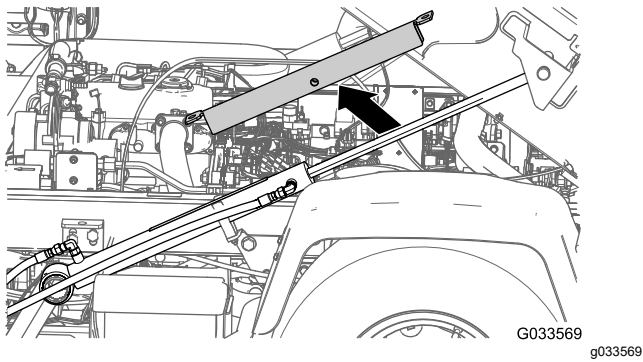
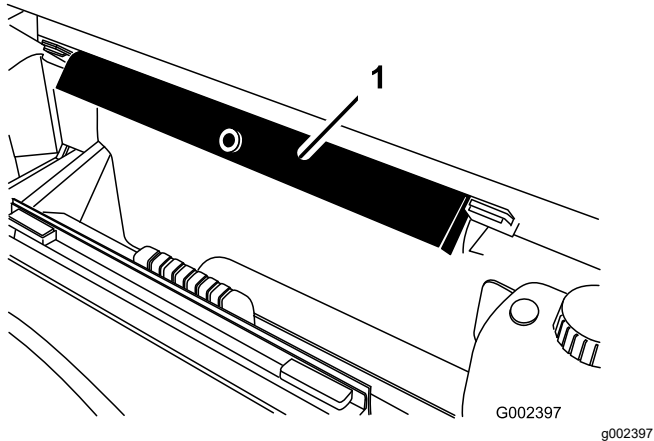

Figura 34
Figura 35
- Retire el soporte de la plataforma del cilindro de elevación y guarde el soporte en los soportes de almacenamiento en la parte posterior del panel ROPS (Figura 34 y Figura 35)